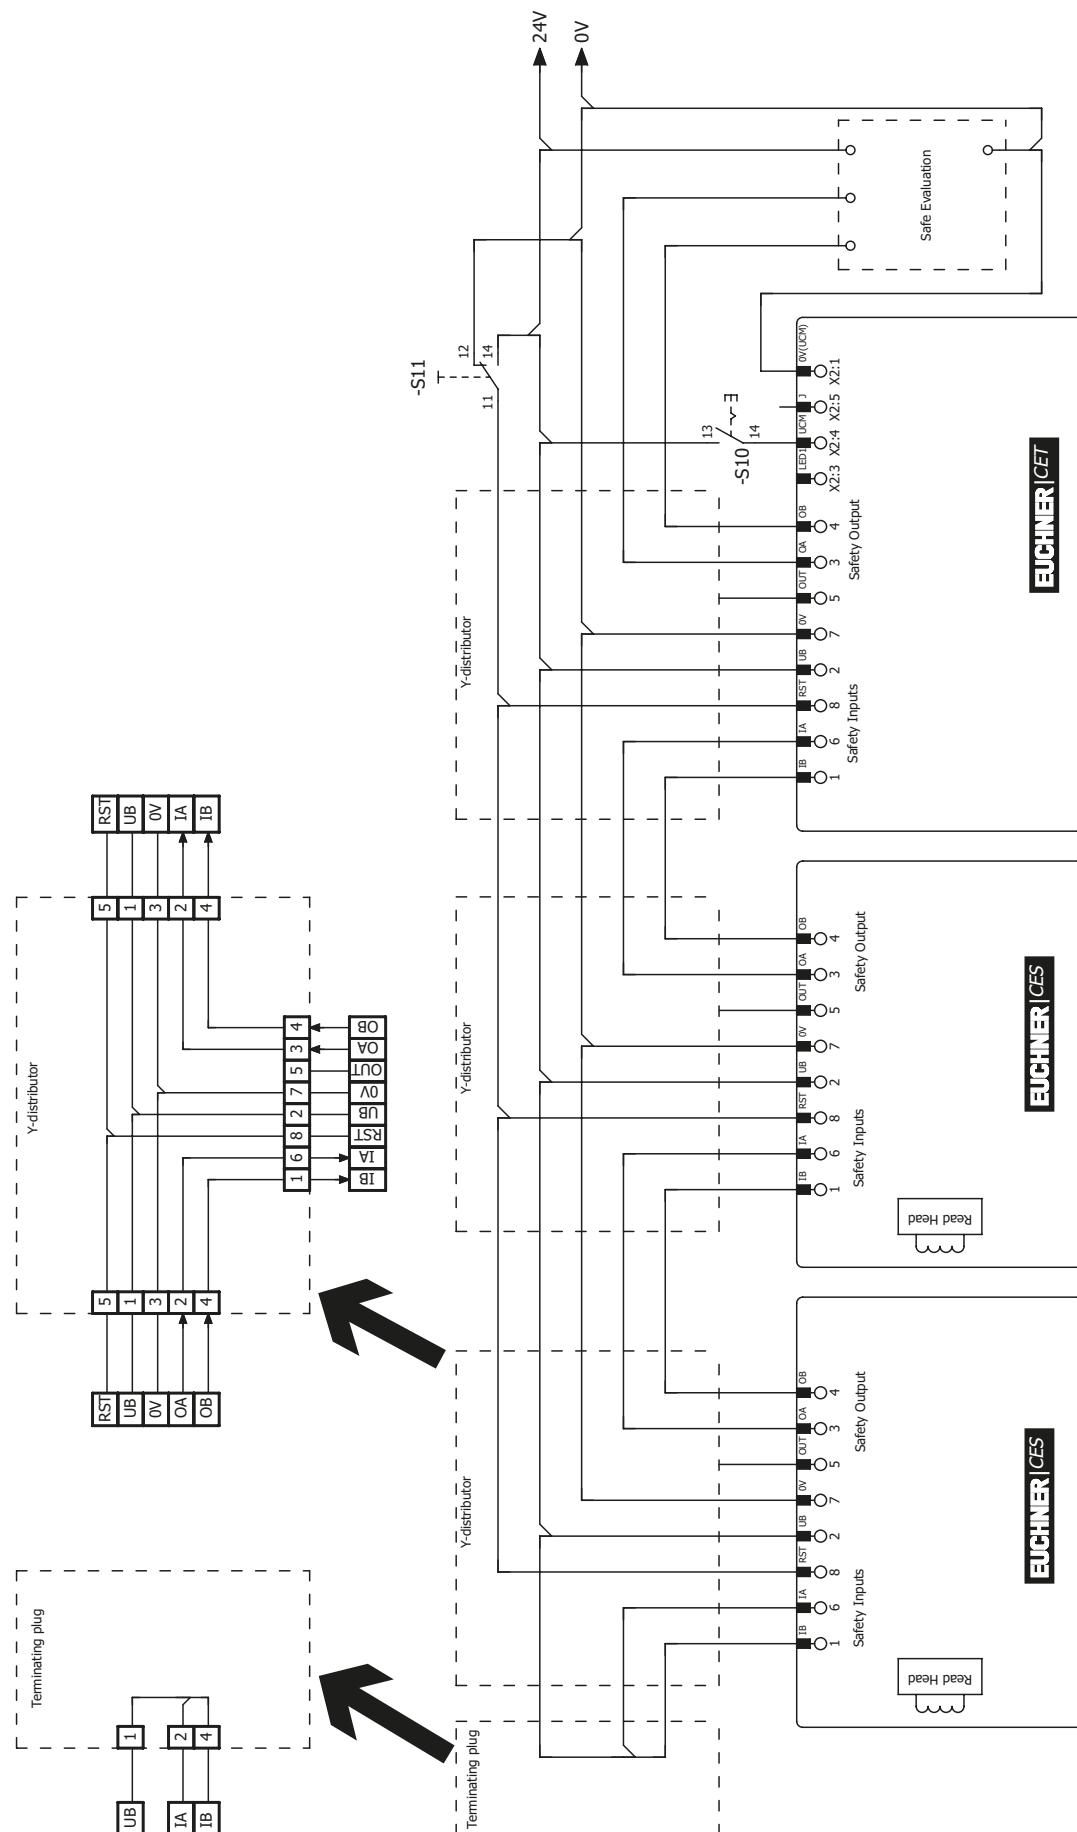

Рис. 14. Пример подсоединения для работы в цепи выключателей CES-AR
- При использовании CET-AR с цепью обратной связи и кнопкой «Пуск» этот выключатель должен находиться на последнем месте в цепи выключателей (см. Рис. 14 на странице 34).
- Следует использовать общий сигнал для всех выключателей в одной цепи. Для этого может использоваться переключатель, однако также возможно использование выхода ПЛК. Кнопочный выключатель не подходит, так как во время работы выход RST должен быть всегда соединен с землей (см. выключатель S11 на Рис. 14 на странице 34).
Чтобы обеспечить такую возможность, вход RST должен быть подключен так, как показано на Рис. 14 на странице 34.